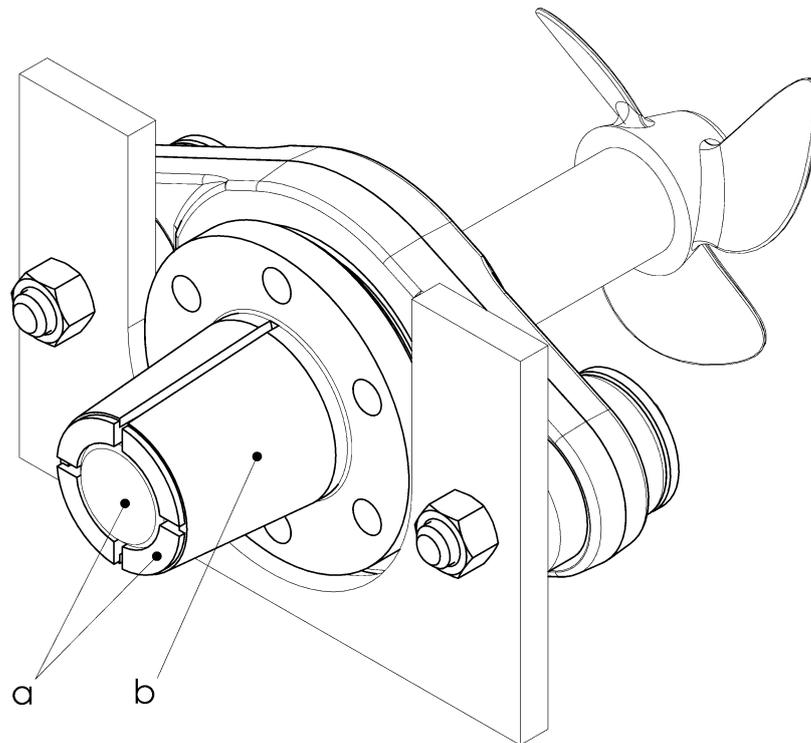

Abbildung 6-5 Propellerwelle bündig mit Buchse vor Montage
- Buchse (4) in Nabe (1.5) stecken und bis Anschlag aufschieben (bei max. Bohrung in der Nabe (1.5) ist keine Buchse (4) vorhanden).
- Propellerwelle (B) in Nabe (1.5) mit Buchse (4) stecken.
- Ende der Propellerwelle (B) muss mit Buchse (4) bzw. Nabe (1.5) [ohne Buchse (4)] bündig sein (Abbildung 6-5).
- **Nur** Konus (b; Abbildung 6-5) der Nabe (1.5) leicht einfetten.